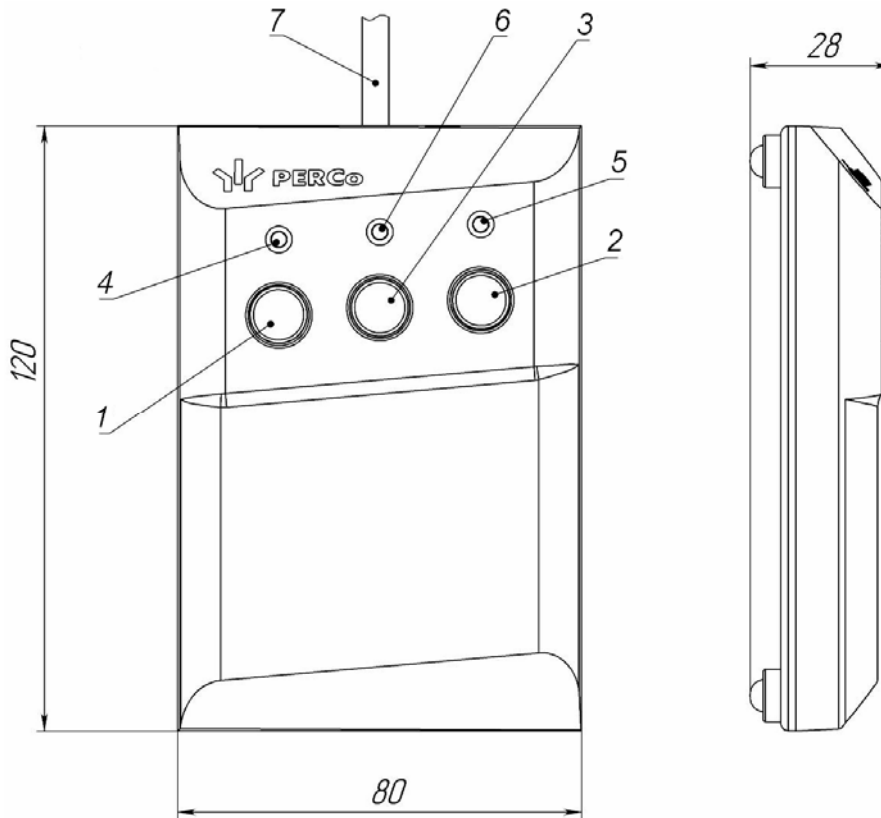
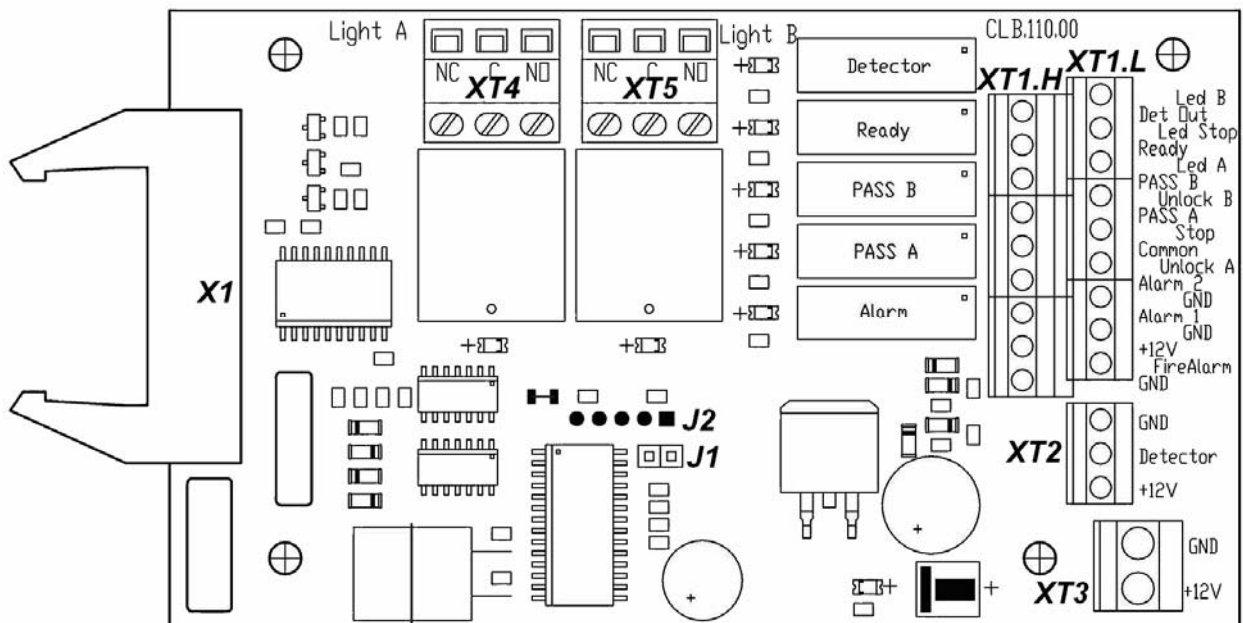
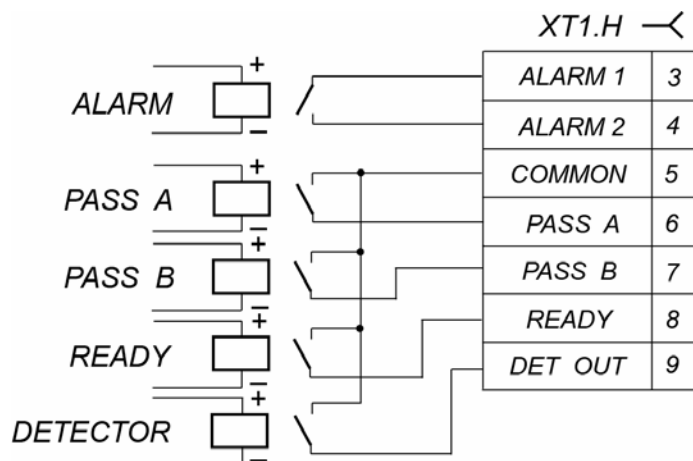
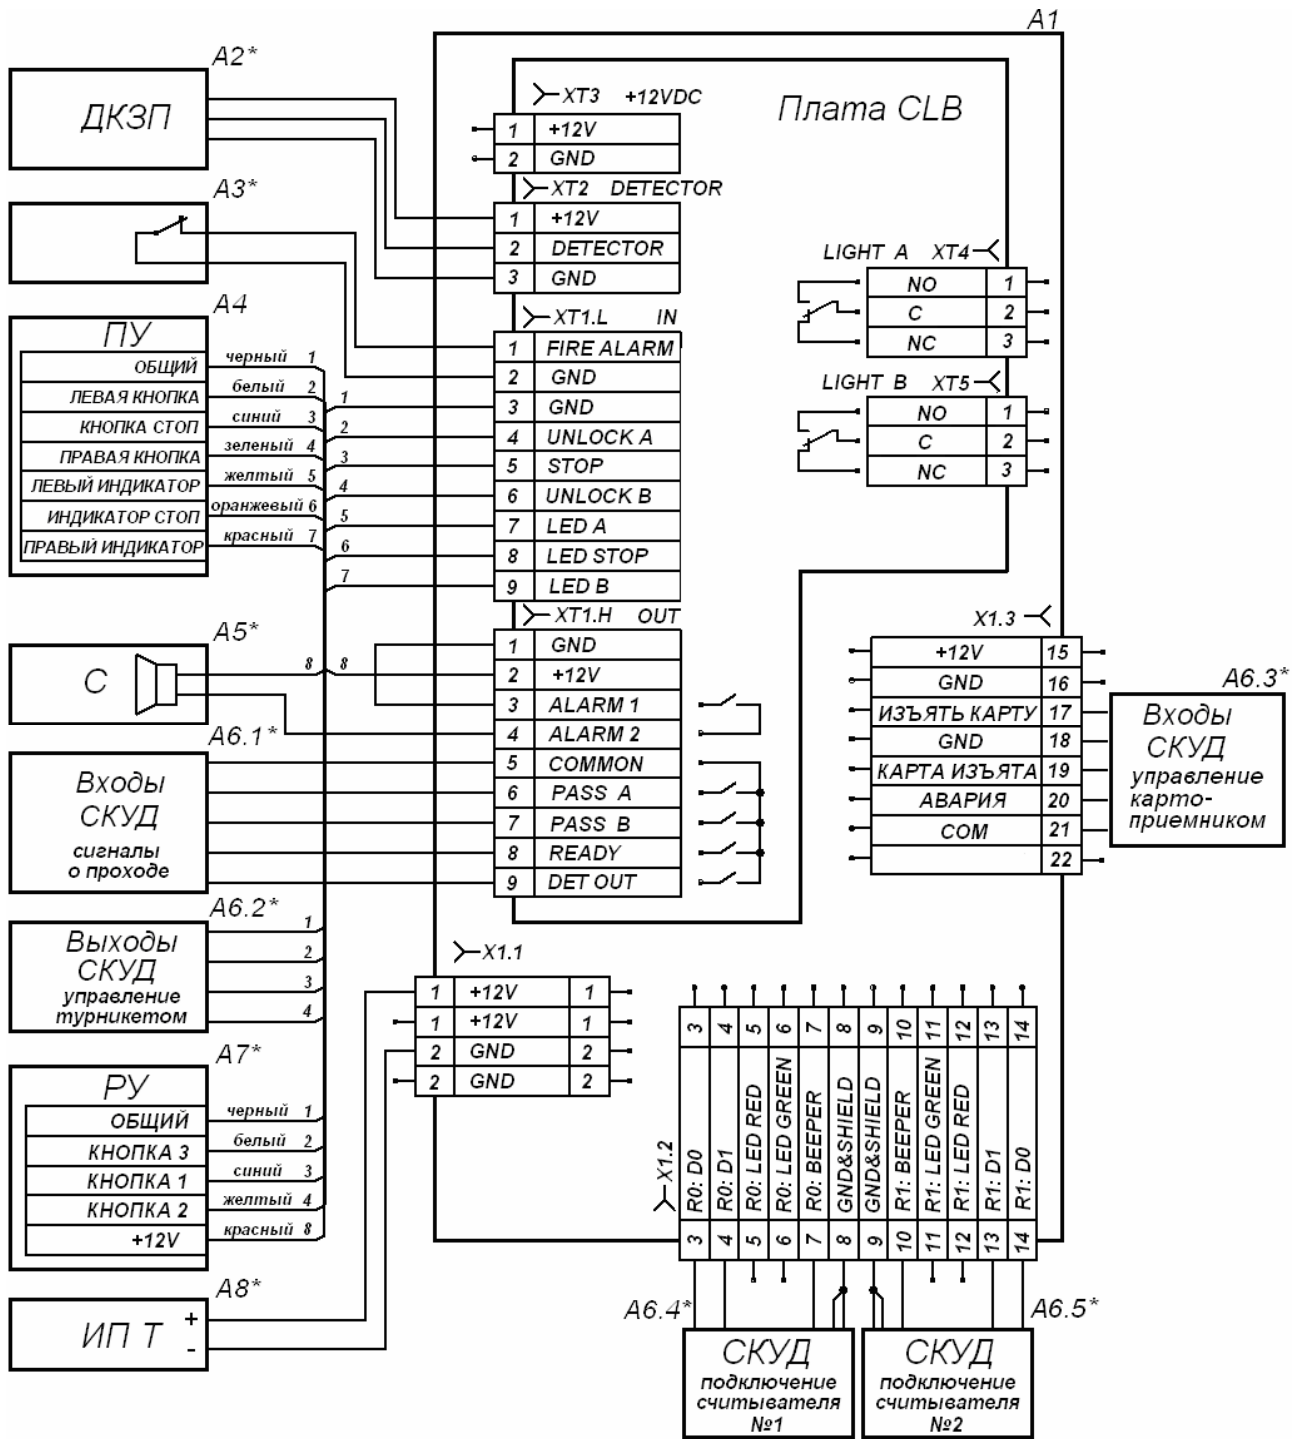

Рисунок 4 Общий вид и габаритные размеры ПДУ
Рисунок 5 Внешний вид платы управления
Рисунок 8 Выходные каскады для PASS A, PASS B, Ready, Det Out и Alarm
Рисунок 11 Схема подключения турникета и дополнительного оборудования¹
5.2.3 ПДУ выполнен в виде небольшого настольного прибора в корпусе из ударопрочного АБС-пластика и предназначен для задания и индикации режимов работы при ручном управлении турникетом. ПДУ подключается к плате управления гибким многожильным кабелем (17) через клеммную колодку **XТ1.L** (см. рис.5). Общий вид ПДУ показан на рис. 4.
На лицевой панели ПДУ расположены три кнопки для задания режимов работы турникета. Над кнопками расположены световые индикаторы. В корпусе ПДУ установлен зуммер для звуковой индикации. Средняя кнопка **STOP** предназначена для переключения турникета в режим «*Запрет прохода*». Левая и правая кнопки **LEFT**, **RIGHT** предназначены для разблокировки турникета в выбранном направлении. Изменить ориентацию ПДУ относительно установки стойки турникета (если на месте установки стойка обращена к оператору не лицевой, а тыльной стороной) можно, поменяв местами провода от ПДУ, подключаемые на контакты *Unlock A* и *Unlock B* а также *Led A* и *Led B* соответственно (см. рис. 5 и рис. 11).
5.2.4 Внутри стойки расположен кронштейн с установленной платой управления (см. рис. 5) и клеммами для подключения внешних устройств. К плате подключаются ПДУ, выходы СКУД, устройство РУ, ДКЗП, устройство для подачи команды аварийной разблокировки турникета *Fire Alarm* (далее – *устройство Fire Alarm*). На клеммы подключения внешних устройств выведены линии подключения источника питания, линии управления механизмом картоприемника, линии сигналов считывателей. Подключение внешних устройств производится в соответствии со схемой подключения турникета и дополнительного оборудования (см. рис. 11). Схема электрических соединений внутри турникета приведена на рис. 12.
5.3.7 Обозначения установленных на плате управления клеммных колодок и назначение их контактов показаны на рис. 5 и на наклейке, аналогичной рис. 5, расположенной на внутренней поверхности крышки турникета.
5.4.3 Реле *PASS A* (контакты *PASS A* и *Common*), *PASS B* (контакты *PASS B* и *Common*), *Ready* (контакты *Ready* и *Common*), *Detector* (контакты *Det Out* и *Common*) и *Alarm* (контакты *Alarm 1* и *Alarm 2*) имеют нормально-разомкнутые контакты. При этом общий для этих реле контакт *Common* не соединен с минусом источника питания турникета. В исходном (неактивном) состоянии при включенном питании контакты реле *PASS A*, *PASS B*, *Ready* и *Detector* замкнуты (на обмотку реле подано напряжение), а контакты реле *Alarm* разомкнуты (напряжение на обмотку реле не подано). Факт срабатывания/отпускания реле *PASS A*, *PASS B*, *Ready*, *Detector* и *Alarm* можно определить по загоранию/гашению красных индикаторов, которые установлены вблизи указанных реле (см. рис. 5). Выходные каскады для *PASS A*, *PASS B*, *Ready*, *Det Out* и *Alarm* – контакты реле (см. рис. 8) со следующими характеристиками сигналов:
5.5.2 Режим управления определяется наличием перемычки на разъеме **J1** (расположение разъема **J1** показано на рис. 5 и на наклейке, расположенной на внутренней поверхности крышки):
5.9.2 Подключение ДКЗП прохода производится к клеммной колодке **XT2**, а сирены – к клеммной колодке **XT1.H** платы управления согласно схеме электрических соединений (см. рис. 11 и рис. 5). ДКЗП должен иметь нормально-замкнутые контакты. Если ДКЗП не подключен, то необходимо установить перемычку между контактами *Detector* и *GND* клеммной колодки **XT2**. При поставке данная перемычка установлена.
На контакты *Det Out* и *Common* клеммной колодки **XT1.H** платы управления (см. рис. 5) всегда транслируется сигнал о текущем состоянии ДКЗП.
5.9.3 Подключение устройства, подающего команду аварийной разблокировки, производится к клеммной колодке **XT1.L** платы управления согласно схеме электрических соединений (см. рис. 11 и рис. 5). Если вход *Fire Alarm* не используется, то необходимо установить перемычку между контактами *Fire Alarm* и *GND*. При поставке данная перемычка установлена.
5.11.1 Управление механизмом картоприемника осуществляет СКУД подачей сигнала на вход *Изъять карту* платы управления картоприемником (контакт 17 клеммной колодки **X1.3**, см. рис. 11). Картоприемник формирует сигнал *Карта изъята* (контакт 19 клеммной колодки **X1.3**) и в определенных случаях – сигнал *Авария* (контакт 20 клеммной колодки **X1.3**).
- 6 Снимите крышку турникета (3), открыв ключом замок согласно инструкции приведенной в разд. 6 «Маркировка и упаковка».
- 7 Подключите кабель питания (18) к клеммной колодке **X1.1** (см. рис. 11). Подключите кабель ПДУ (17) к клеммной колодке **X1.L** на плате управления (см. рис. 5). Подключите при необходимости кабели от других устройств к соответствующим клеммным колодкам платы управления (см. рис. 5 и рис. 11).
- 9 После подключения всех кабелей и закрепления стойки на полу установите на место крышку (3) (см. разд. 6). Для установки в рабочее положение преграждающих планок снимите с поворотного механизма крышку (6), отвернув винт M4×25. Отверните болт M8×30, установленный на преграждающей планке (5). Установите преграждающую планку в соответствующее посадочное место и зафиксируйте болтом. Под головку болта установите пружинную шайбу. Затяжка болтов должна обеспечивать надежную фиксацию преграждающей планки (без люфта).
- 11 Установите в рабочее положение крышку (6), закрепив ее винтом.
Подключение контроллера к плате управления турникета производится в соответствии с рис. 11.
Передача данных от считывателей осуществляется по интерфейсу *Wiegand*. Подключение считывателей к контроллеру СКУД необходимо производить экранированным кабелем в соответствии с рис. 11.